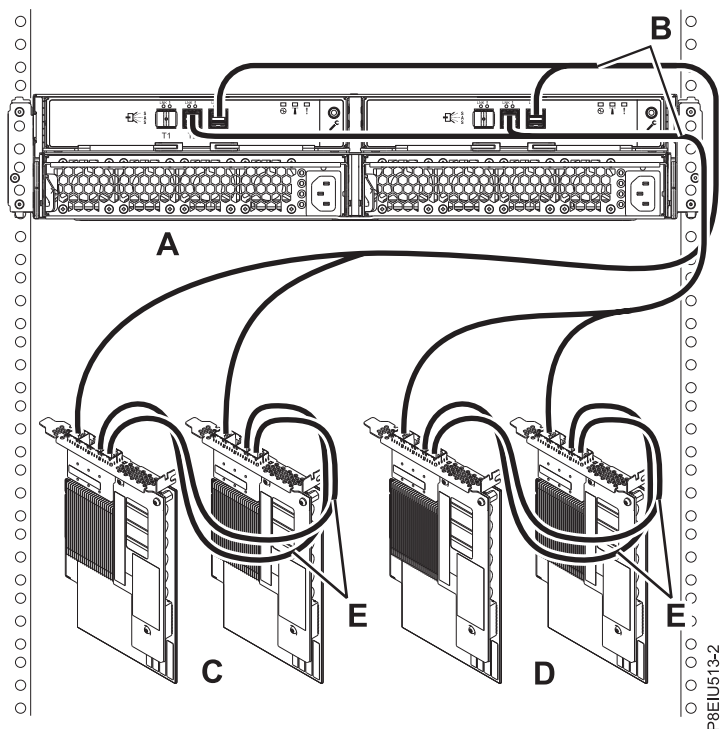

図 18. AA ケーブル付きの 2 対の FC EJ0L SAS アダプター・ペアまたは 2 対の FC EJ14 SAS アダプター・ペアへの X12 ケーブルを使用した、1 台の ESLL ストレージ・エンクロージャーまたは ESLS ストレージ・エンクロージャーのモード 2 接続
18. 21 ページの図 18 に示すように、AA ケーブル (E) 付きの 2 対の FC EJ0L SAS アダプター・ペアまたは 2 対の FC EJ14 SAS アダプター・ペア (C、D) への X12 ケーブル (B) を使用した、1 台のエンクロージャー (A) のモード 2 接続を行います。その後、23 ページの『ケーブルと電源コードの接続およびカバーの取り付け』に進みます。